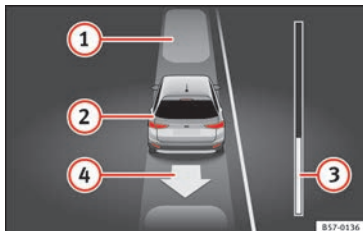

Fig. 217 Sul display del quadro strumenti: uscire da un parcheggio in linea.
Legenda della **fig. 217**:
La barra di avanzamento » fig. 217 ③ indica la distanza che si deve percorrere » pag. 265.